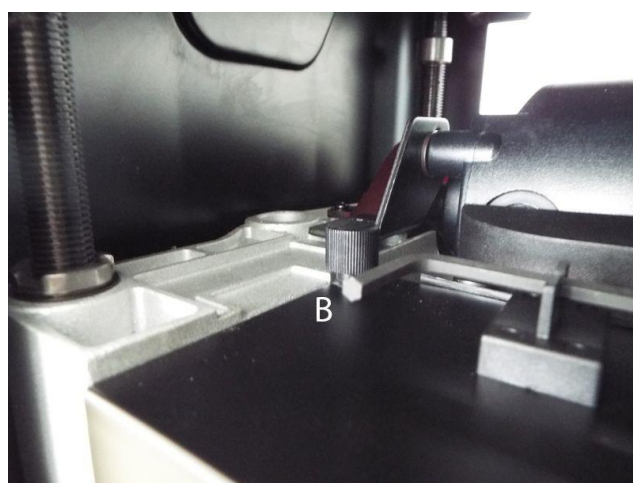

Рис. 7
3. Снимите ограждение строгального вала (A), открутив винты с накатанной головкой (B). См.Рис.7.